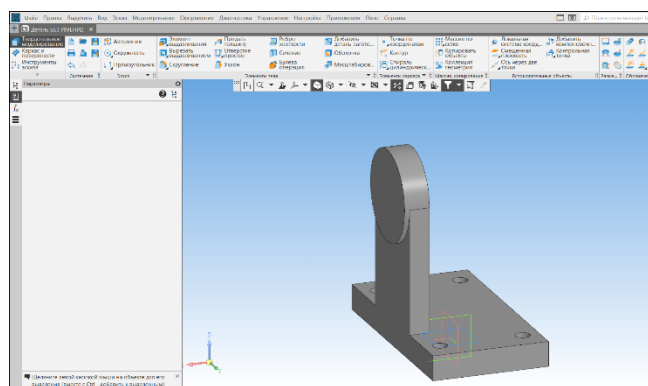

Рисунок 66 – Бобышка с внешней стороны
- После объединения точек эскиз необходимо выдавить наружу на 6 мм. Используя команду Выдавить выдавливанием на панели элементы тела (Рисунок 66);